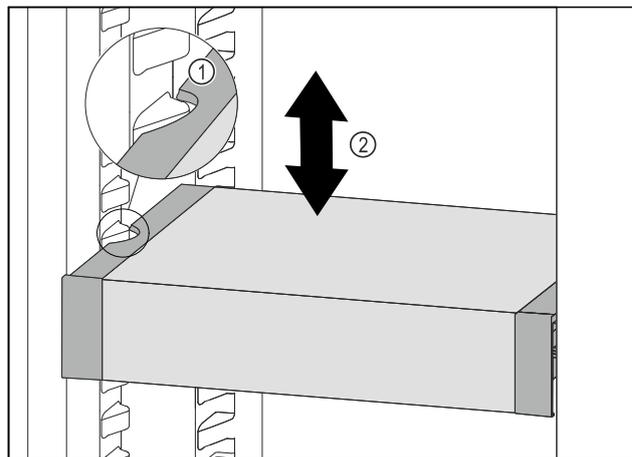

Fig. 102
- ▶ 向前移动 VarioSafe，直到 VarioSafe 两侧的凹槽与冷藏区中的容器肋梁持平。 Fig. 102 (1)
- ▶ 在冷藏区中向上或向下移动 VarioSafe，直至所需高度。 Fig. 102 (2)